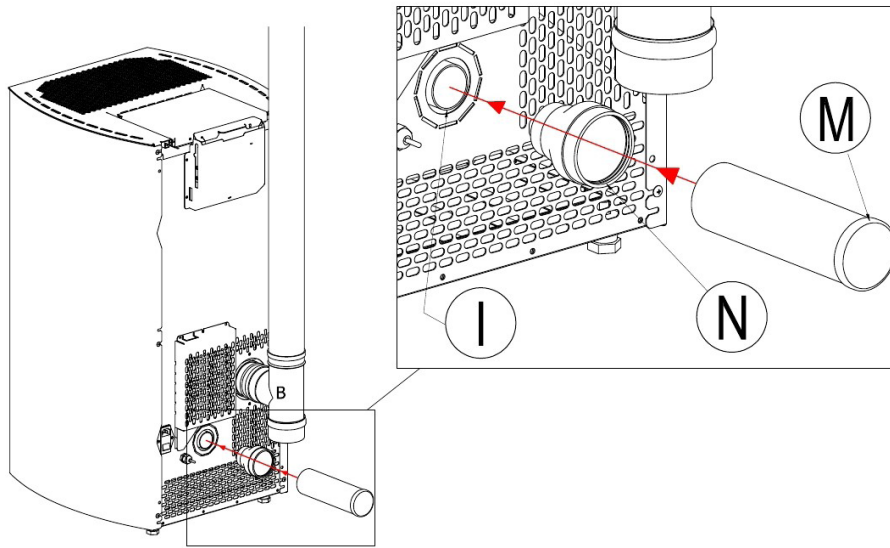

Fig. 9 - Anschlüsse
- Anschlussstück N unter Verwendung eines flexiblen oder steifen Schlauchs von 60 mm Durchmesser und einer maximalen Länge von 2 m (siehe **Fig. 9 a pag. 12**) mit Q verbinden.